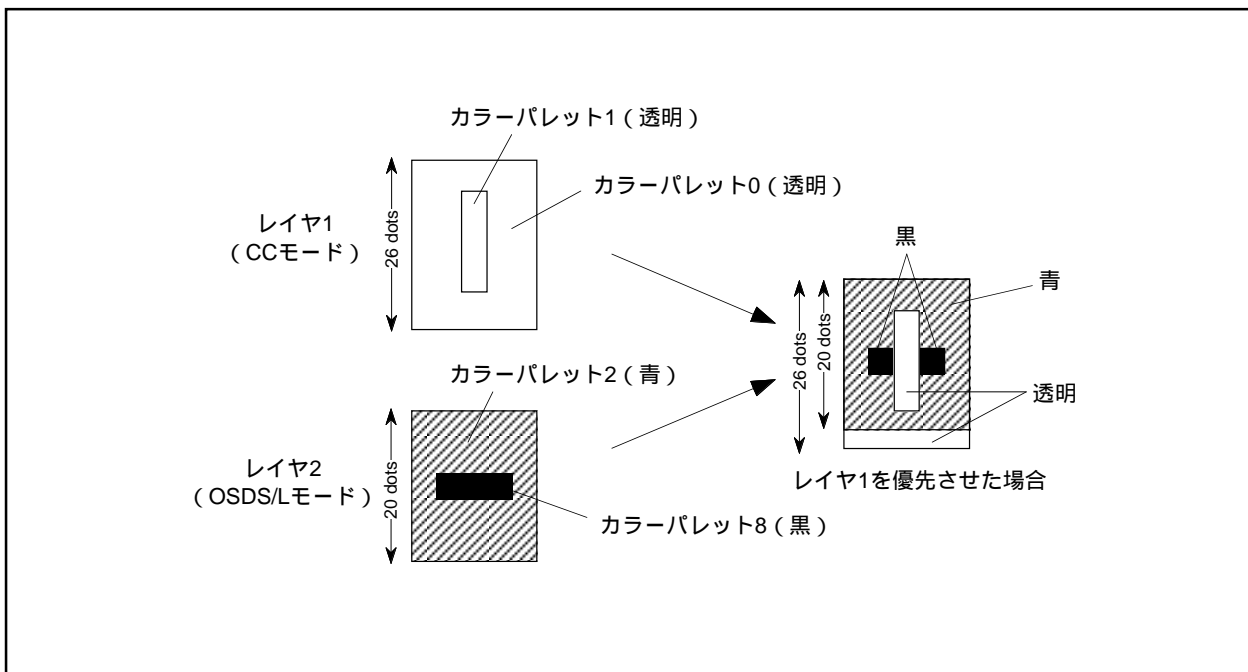

図16.27 カラーパレット0 (透明) とその他カラーパレットの透明設定との違い
2. カラーパレット0 (透明) と、その他カラーパレットの透明設定とは異なります。複数のレイヤが重なったとき、優先レイヤがカラーパレット0 (透明) の場合は下層レイヤが表示されますが、優先レイヤがその他カラーパレットの透明設定の場合は、下層レイヤは表示されず、背景画面が表示されます (図16.27参照)。